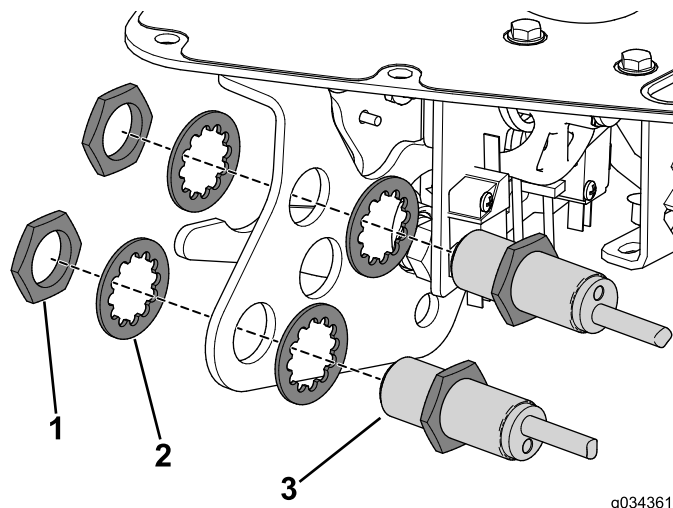

图23
3. 使用之前卸下的螺母和锁紧垫圈，将接近传感器固定到功能杆支架上 (图23)。